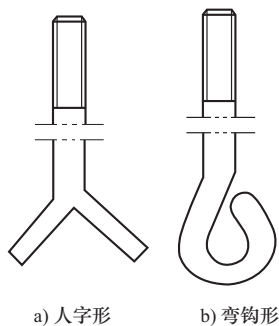

图 4-2 预埋的地脚螺栓
(2) 地脚螺栓的埋设方法。为了保证地脚螺栓埋得牢固，通常将地脚螺栓做人字形或弯钩形，如图 4-2 所示。地脚螺栓埋设时，埋入混凝土的长度一般不小于螺栓直径的 10 倍，人字开口和弯钩形的长度约是埋入混凝土内长度的一半。